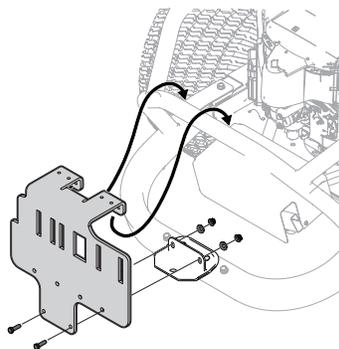

Figure 5
4. Accrochez le support de l'adaptateur au tube à cadre supérieur et connectez-le à l'adaptateur du support d'attelage (789-02298) au moyen de deux vis (710-0376), deux rondelles de tasse (736-0242) et de deux contre-écrous d'épaulement (710-04063). Consultez la Figure 5.